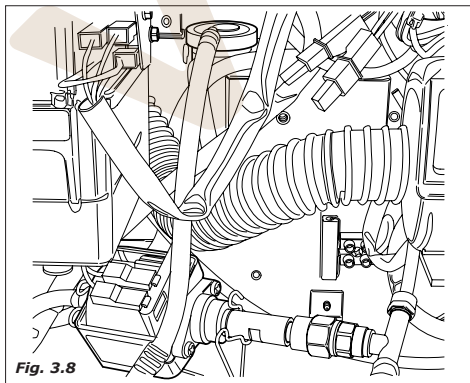

Fig. 3.8
- Se activa la bomba hasta inyectar la cantidad de agua programada. Para controlar la dosis, se utiliza un dispositivo electrónico, (contador volumétrico), situado a la entrada de la bomba (Fig. 3.8)